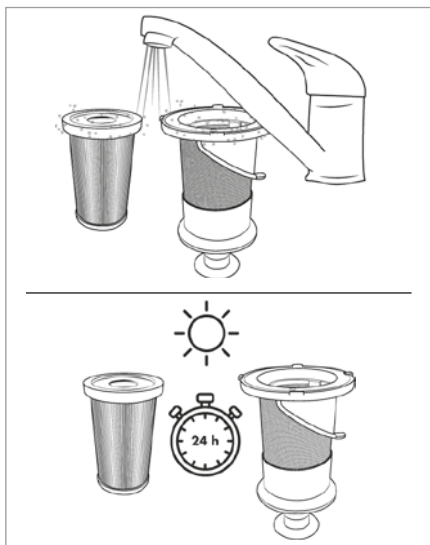

Fig. 22
- 5) Clătiți filtrul EPA ⑤ și filtrul din oțel inoxidabil ⑥ sub jet de apă rece sau caldă. Lăsați filtrul EPA ⑤ și filtrul din oțel inoxidabil ⑥ să se usuce complet în aer liber înainte de a le introduce din nou în recipientul de praf ⑦ (a se vedea fig. 22).